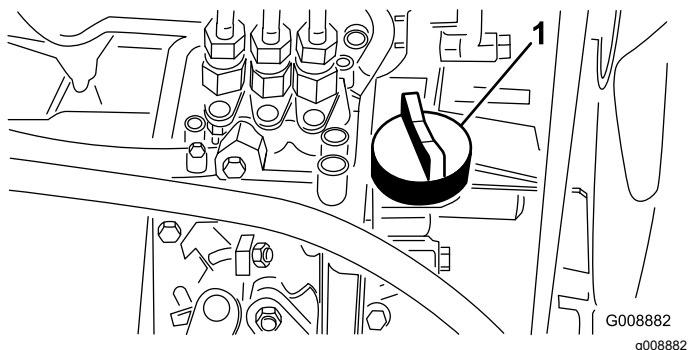

Figura 60
4. Se o nível do óleo for baixo, retire a tampa de enchimento (Figura 60) e adicione gradualmente pequenas quantidades de óleo, verificando